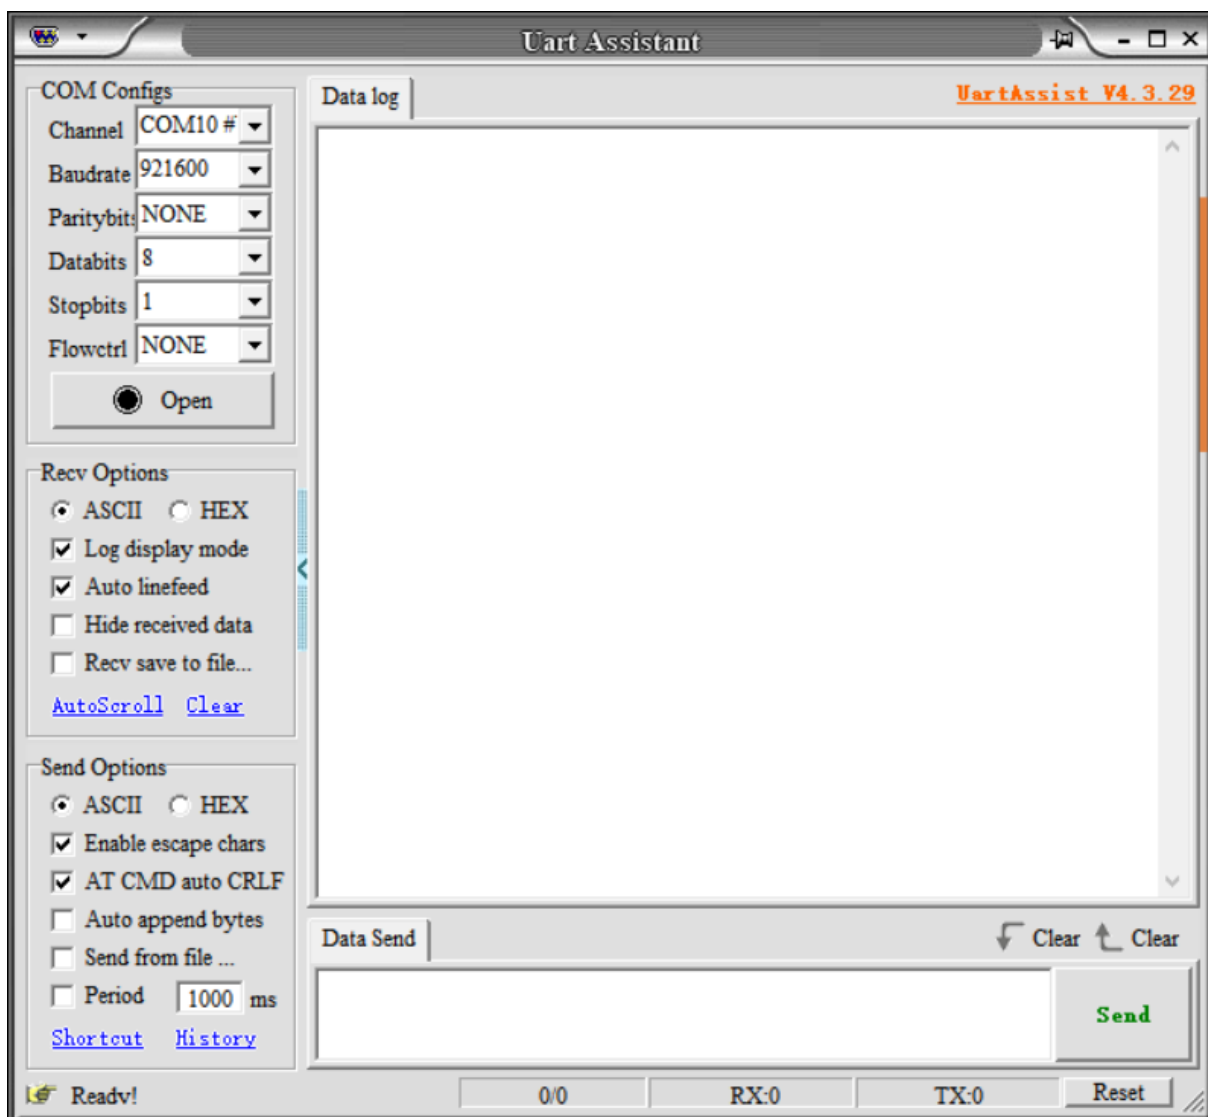

图 55. 串口调试助手软件界面
- (1) 请用 USB 线连接 OE8101 的 USB 插口跟电脑上的任一 USB 插口。
- (2) 电脑会自动识别到 USB 设备，然后提示安装驱动程序。如果电脑操作系统为 Windows 7/8/8.1/10 系统，系统一般就会自动在网络上搜索驱动程序并自动安装，这个过程需要等待一段时间。如果安装失败（电脑没有连接网络会导致失败）就需要手动去安装 USB 的驱动。
- (3) 打开 U 盘文件中串口调试工具文件夹，双击 UartAssist.exe 文件 (串口调试助手)，弹出软件界面如图 55 所示。